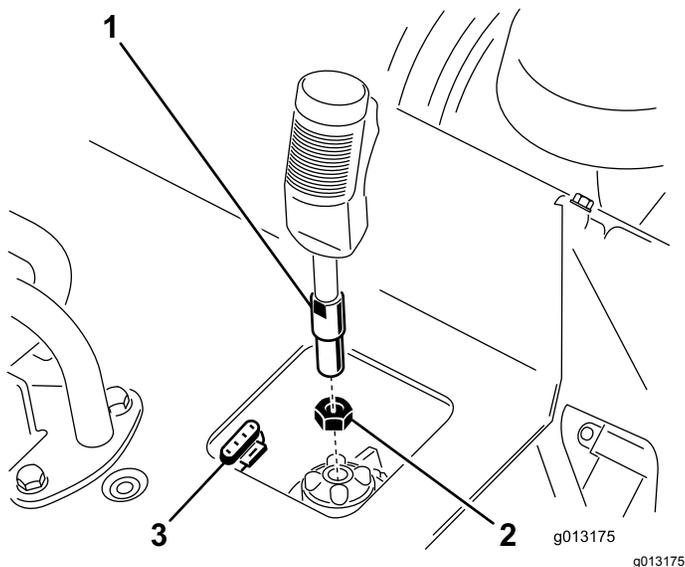

図 4
1. グラインダ制御レバーにジャムナットを取り付ける 図 4。
2. グラインダ制御レバーを、コントロールパネルのソケットに取り付ける 図 4。
3. トリガを前方に向けた状態で、ジャムナットを締め付けてレバーを固定する 図 4。
4. レバーに、ワイヤの4ピンコネクタコントロールパネルの下にあるを接続する 図 4。